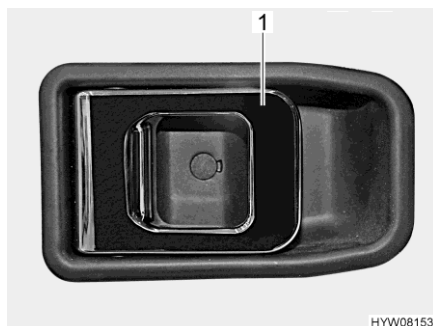

Fig. 50 Cerradura de la puerta (puerta del conductor interior)
- Tirar del tirador (Fig. 50,1). Se desbloqueará o bien abrirá la cerradura de la puerta.
- Presionar el tirador (Fig. 50,1). La cerradura de la puerta está bloqueada.